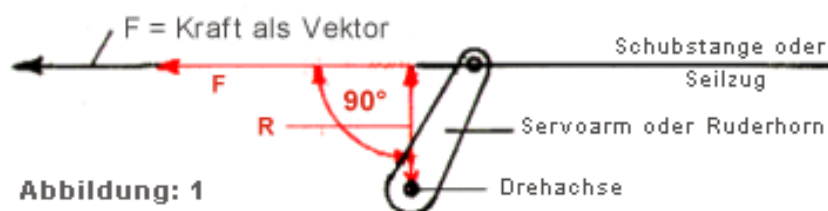

Abbildung: 1
In nebenstehender Abbildung 1 wird die Kraft F (N) einer Rudermaschine über die Länge eines drehbaren Servohebels R (m bzw. cm) zur weiteren Ausnützung auf das Gestänge (Schubstange oder Seilzug) übertragen.